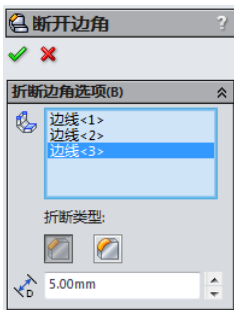

图 7-81 选择要断开边角的边线和面
(1) 单击“钣金”工具栏中的“断开边角/边角剪裁”按钮 , 或执行“插入”→“钣金”→“断裂边角”菜单命令, 系统打开“断开边角”属性管理器。在图形区域中单击想断开的边角边线或法兰面, 如图 7-81 所示。